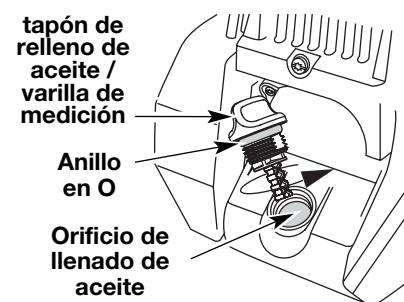

Fig. 29
6. Si el nivel está bajo, agregue una pequeña cantidad de aceite en el orificio de llenado de aceite y vuelva a medir (Fig. 29).
NOTA: Verifique que el anillo en O esté en su lugar en el tapón de relleno de aceite / varilla de medición cuando mida y cambie el aceite (Fig. 29).